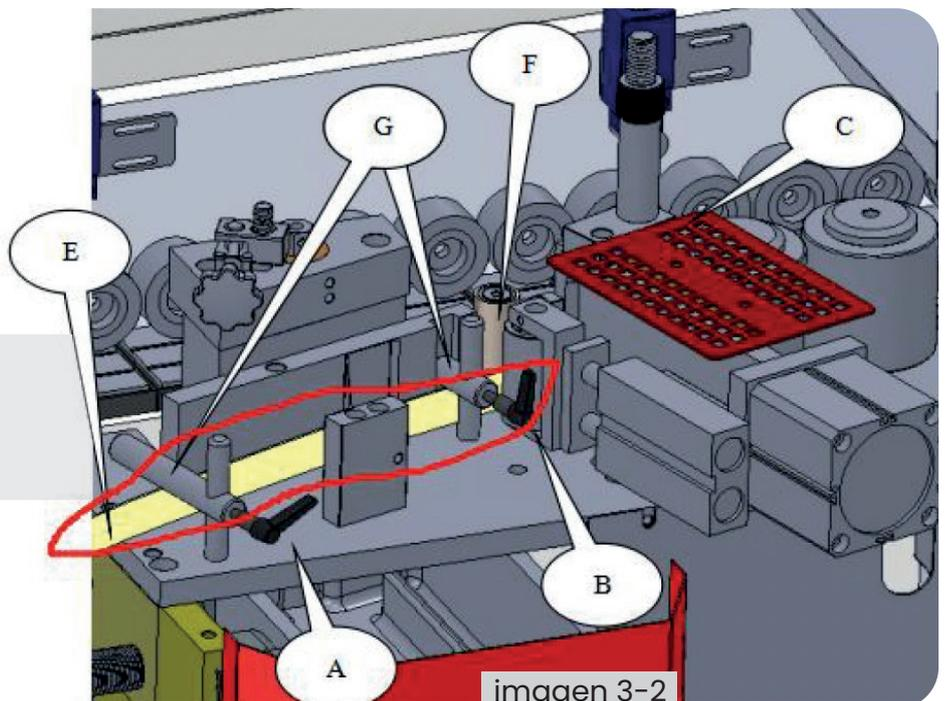

imagen 3-2
2. Coloque la banda, vea la imagen 3-2